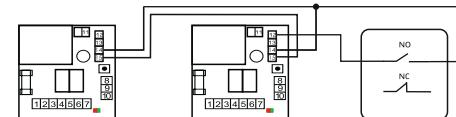

Рис. 7 – Вариант управления без перемычки
7.2.1. Управление группой устройств, перемычка не установлена (см. рис. 7)